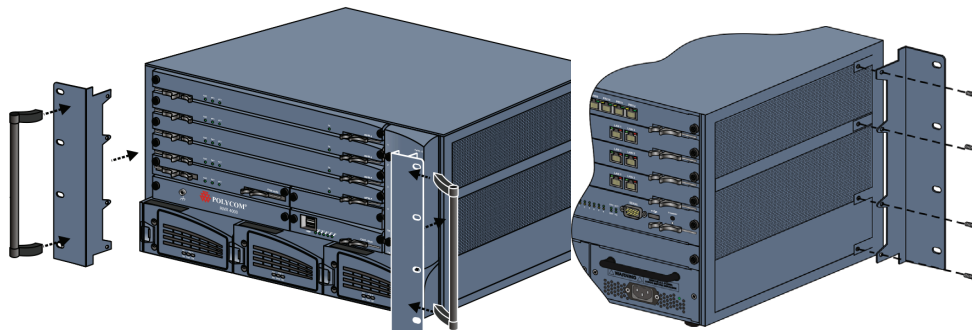

Рис. 1-5 Установка рукояток и кронштейнов и подробная иллюстрация установки кронштейнов 23"
- 2 После удаления установите кронштейны 23", поставляемые в наборе принадлежностей для монтажа в стойку, и прикрепите рукоятки к кронштейнам 23". Это изображено на Рис. 1-5.